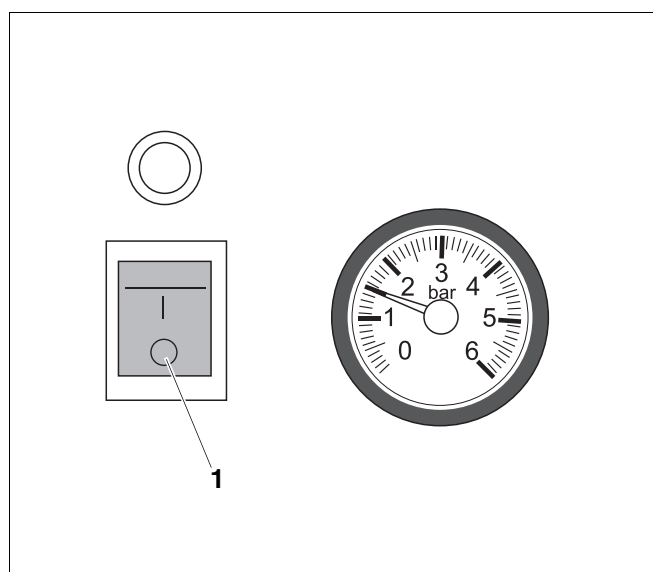

Fig. 3 Comutator de funcționare
Puneți în funcțiune cazanul de încălzire prin intermediul comutatorului (Fig. 3, **Poz. 1**) de funcționare. Cu punerea în funcțiune a cazanului de încălzire, puneți automat și arzătorul în funcțiune.
- Poziționați comutatorul de funcționare în poziția (Fig. 3, **Poz. 1**) "I" (Pornit).
- Poziționați comutatorul de funcționare (Fig. 3, **Poz. 1**, pagina 12) în poziția "0" (Oprit).